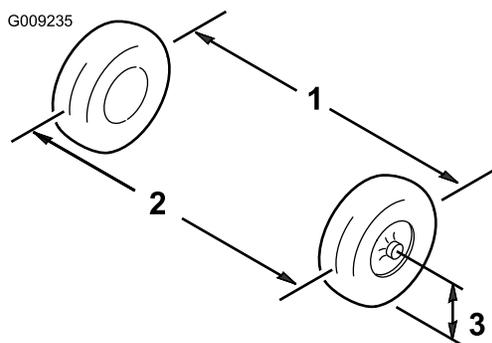

図 52
1. 前輪の前と後ろで、左右のタイヤの中央線間距離を測る計測はアクスルの高さで行う(図 52)。